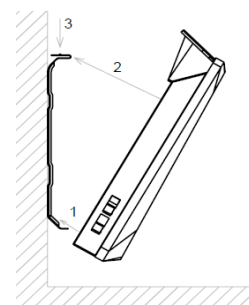

Рис. 4
- Наденьте на кронштейн нижнюю часть конвектора при помощи специальных отверстий, расположенных в нижней части конвектора 1, (рис. 4).
- наденьте верхнюю часть конвектора 2, (рис. 4) на кронштейн, зафиксировав его при помощи защелок на кронштейне 3, (рис. 4).